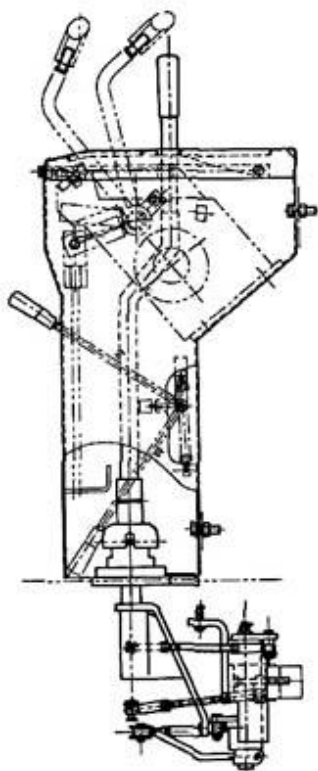

Рис. 5-37
1. Управление рычагом переключения передач (Рис. 5-37)